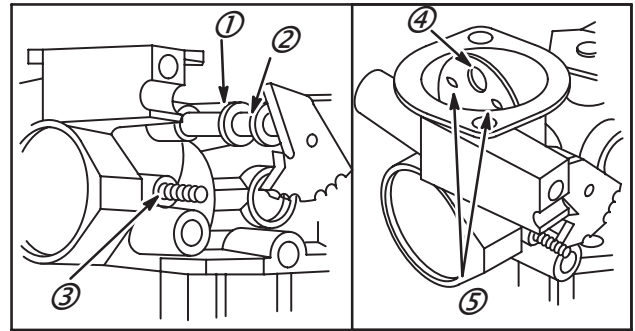

Fig. 78
1. Installer l'axe de starter comme indiqué en Fig. 78.